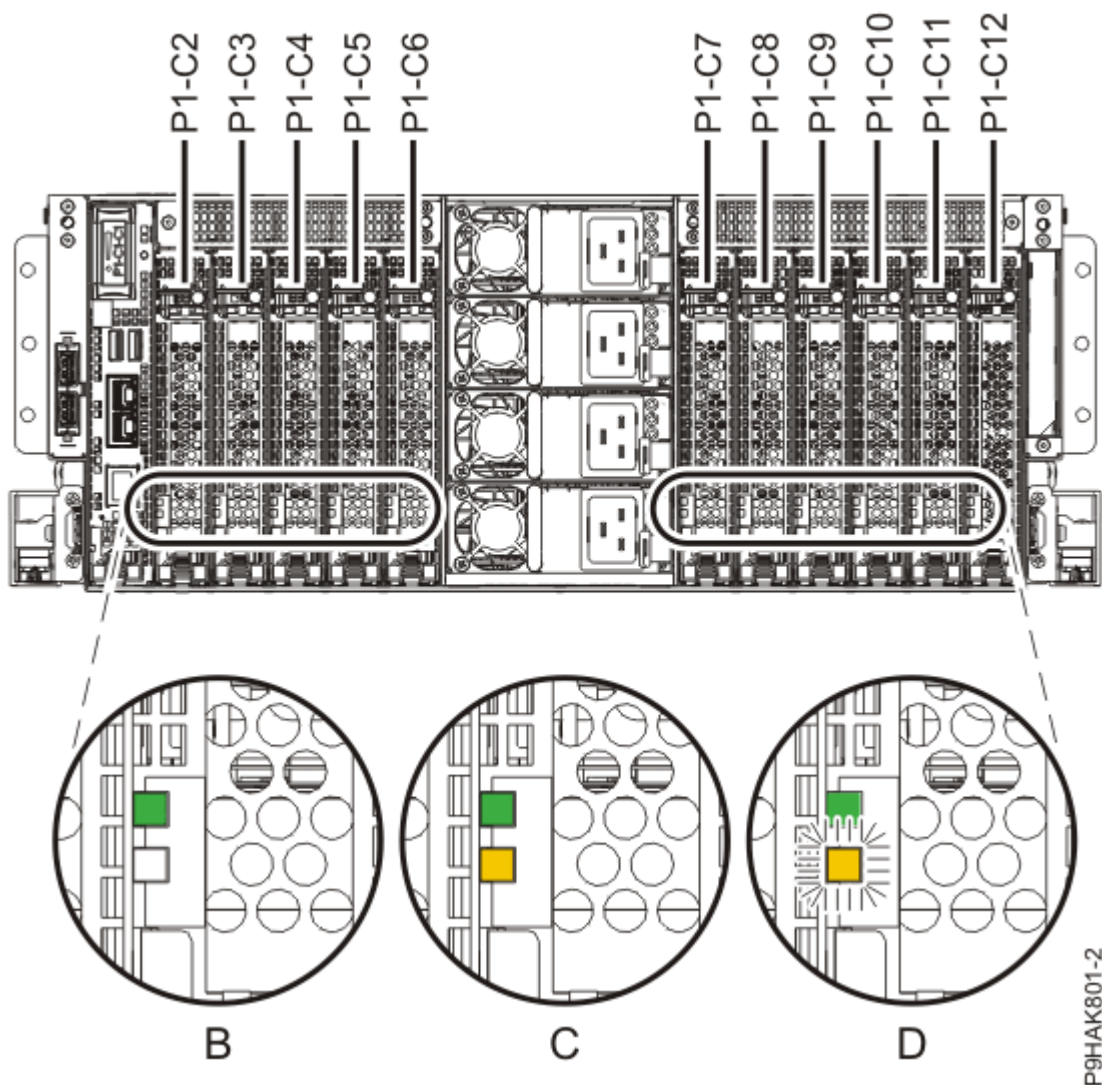

Figura 26. Ubicacions de les ranures i els LED d'adaptadors en un sistema 9040-MR9
2. Reviseu les ubicacions de les ranures d'adaptadors i els indicadors de servei per a l'adaptador amb el que vulgueu treballar. Els adaptadors estan instal·lats a la part posterior del sistema. La Figura 26 a la pàgina 40 mostra les ubicacions dels adaptadors en un sistema 9040-MR9 així com les ubicacions dels llums amb díode (LED) de l'adaptador.